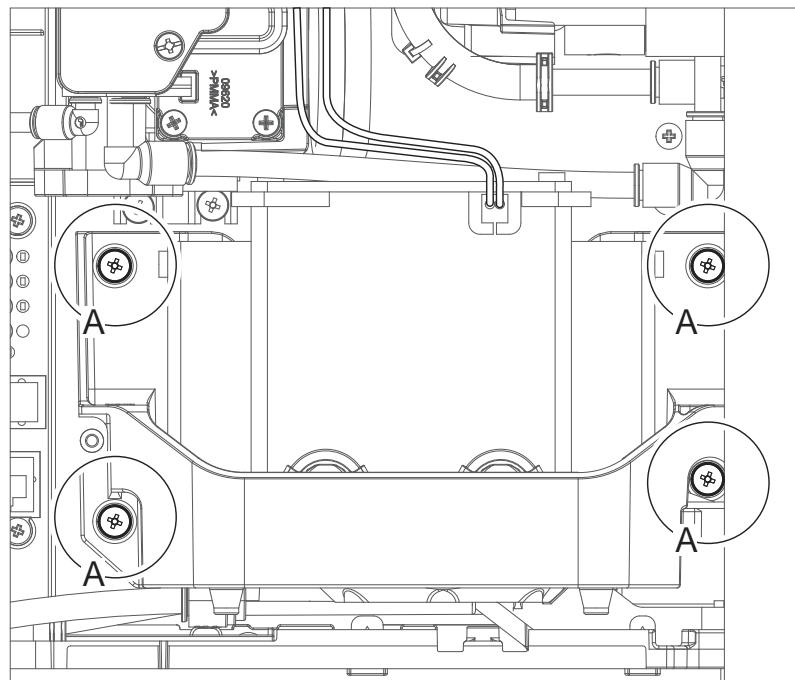

Рис. 7-14: Снятие винтов крепления насоса
8. Открутите четыре винта (A), которые крепят насос к основанию извещателя (Рис. 7-14).